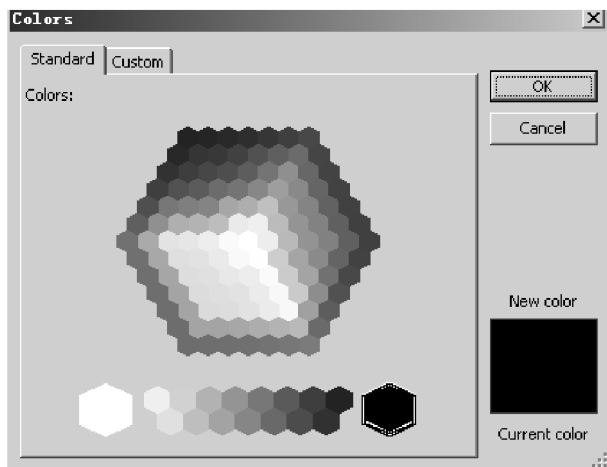

图 4-20 “颜色”对话框
(1) 移动元器件: 让光标指向所要移动的元器件上, 按住鼠标左键, 然后移动鼠标, 将其移动到合适位置后放开左键。
(2) 删除元器件: 让光标指向所要删除的元器件并单击, 则在该元器件的四周将各出现一个方块。然后按下键盘上的 **Del** 键。
(3) 剪切元器件: 让光标指向所要剪切的元器件并单击, 则在该元器件的四周将各出现一个方块。然后单击鼠标右键, 弹出快捷菜单, 选取 Cut 命令即可将元器件放置到剪贴板, 同时电路窗口上的元器件消失。
(4) 复制元器件: 让光标指向所要剪切的元器件并单击, 则在该元器件的四周将各出现一个方块。然后单击鼠标右键, 弹出快捷菜单, 选取 Copy 命令即可将元器件放置到剪贴板, 电路窗口上的元器件不变。
(5) 粘贴元器件: 在完成 Cut 或 Copy 操作后, 可以执行 Edit \ Paste 命令, 将元器件粘贴到电路窗口。
(6) 旋转元器件：让光标指向所要旋转的元器件并单击，则在该元器件的四周将各出现一个方块。然后单击鼠标右键弹出右键菜单，选取 Flip Horizontal 命令即可水平翻转，Flip Vertical 即可垂直翻转，90 Clockwise 即可顺时针旋转 90° ，90 CounterCW 即可逆时针旋转 90° 。
(7) 改变元器件的颜色：让光标指向元器件，单击鼠标右键弹出右键菜单。然后选取 Change Color...命令，屏幕上出现如图 4-20 所示的对话框。